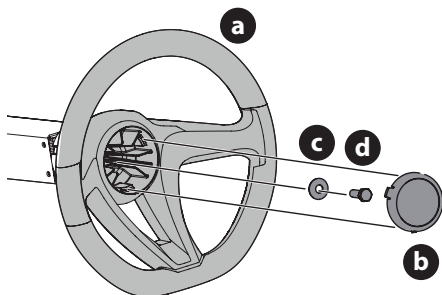

Fig. 7
1. Extraiga los elementos de herraje para fijar el volante (a) que están debajo de la tapa del volante (b). Extraiga la cubierta con cuidado insertando un destornillador plano pequeño dentro de una de las tres ubicaciones de ajuste a presión, al tiempo que lentamente apalanca la tapa del volante (b) para extraer los herrajes (Fig. 7).
2. Con las ruedas de la máquina ubicadas rectas hacia delante, coloque el volante (a) sobre el eje de dirección (Fig. 7).
3. Coloque la arandela Belleville (c) con el lado cóncavo hacia adentro por encima del volante y ajústela con el tornillo de bloqueo hexagonal (d) (Fig. 7).
4. Coloque la cubierta del volante (b) sobre el centro del volante (a), alinee los tres broches de presión con las lengüetas del volante y empuje hacia abajo hasta que haga "clic" en su lugar (Fig. 7).